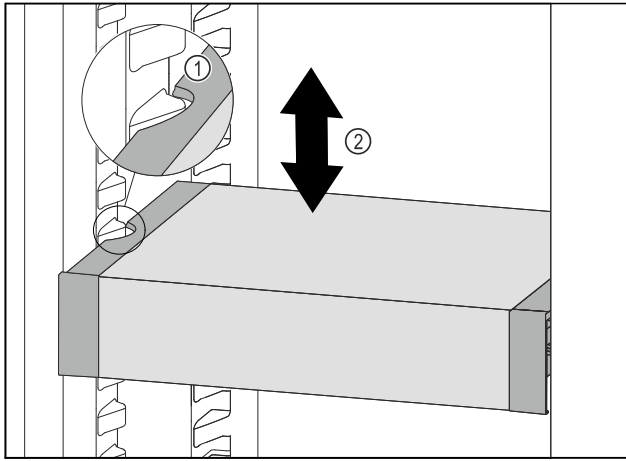

Fig. 91
- ▶ VarioSafe naar voren trekken tot de uitsparingen aan de zijkant van de VarioSafe zich ter hoogte van de rib in het koelgedeelte bevinden. Fig. 91 (1)
- ▶ VarioSafe in het koelgedeelte omhoog of omlaag bewegen tot de gewenste hoogte is bereikt. Fig. 91 (2)